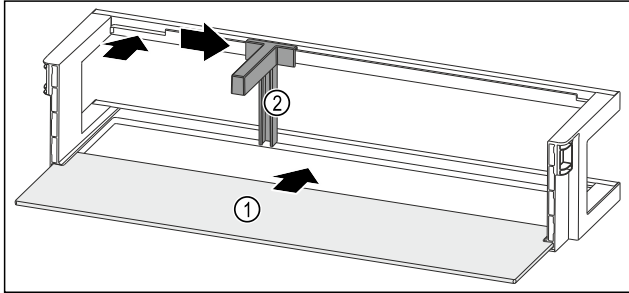

Fig. 226 Türabsteller mit Abstellfläche
- ▶ Abstellfläche Fig. 226 (1) in die seitlichen Aussparungen einschieben.
- ▶ Flaschenhalter Fig. 226 (2) in die Aussparung einsetzen.
- ▶ Flaschenhalter Fig. 226 (2) in gewünschte Position zur Seite schieben.